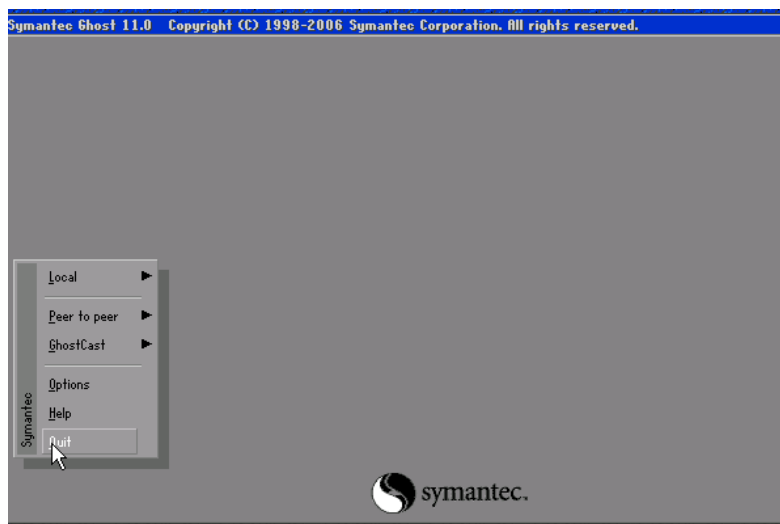

图 5-50 回到主界面
(8) 单击“Continue”，回到 GHOST 主界面，再单击“Quit”退出，如图 5-50 所示。